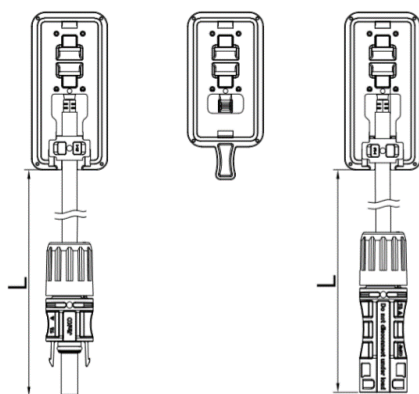

图 8 半片/透明背板双面组件接线盒
- 安装在晶科组件中的三个 IP68 分体式接线盒（如图 8 所示）可为电缆和线路连接提供必要的安全保护，包括非绝缘电气部件的接触保护；